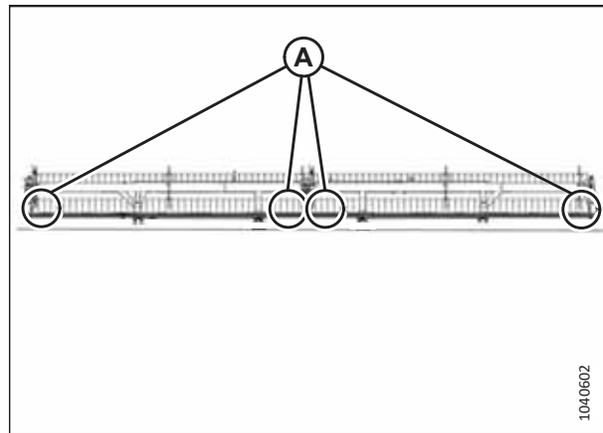

Figure 4.277: Emplacements de mesure du rabatteur double
- Figure 4.277, page 638 – Rabatteur double